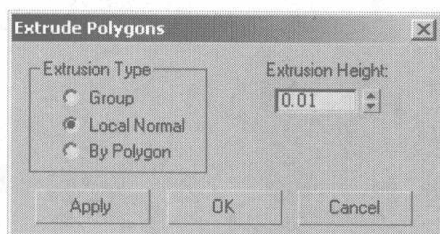
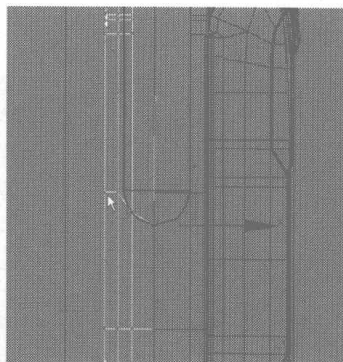

图 4.302
图 4.303
- 08** 选择手机背面的下半部分的面，将其分离出来。选择被分离出来的背面上的所有面，在 Edit Polygons 卷展栏中单击 **Extrude** 右侧的小按钮，在弹出的对话框中设置挤压参数，如图 4.302 所示，并在 Left 视图中调整侧面的节点，如图 4.303 所示。